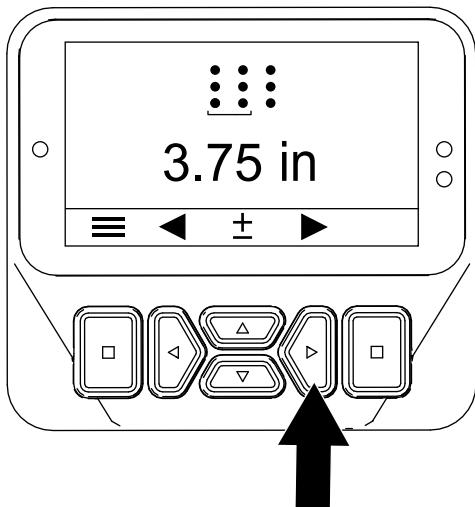

Figura 48
5. Premete il pulsante Destra per visualizzare la schermata Impostazione della distanza tra i fori (Figura 48).